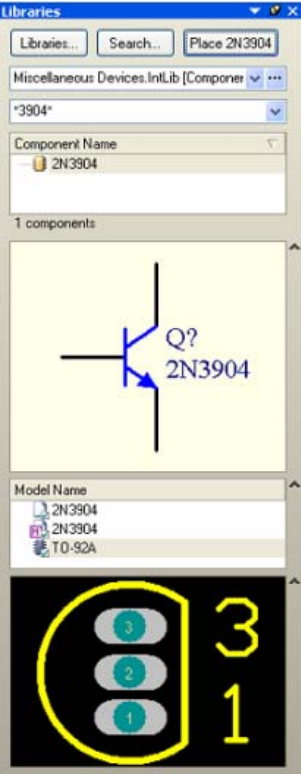

图6-4库面板
1.点击Libraries标签显示Library面板，如图6-4。